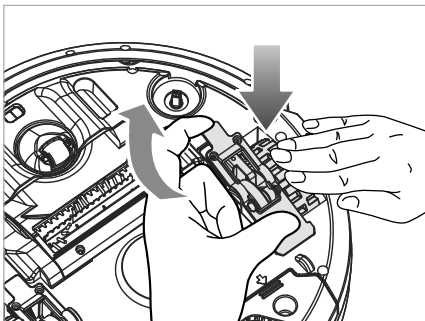

Abb. 20
- 2) Drücken Sie das Rad 20/34 nach unten und lösen Sie die Feder von der Radabdeckung 19/35 und von der Radhalterung. Entfernen Sie die Radabdeckung 19/35 vom Gerät (siehe Abb. 20).